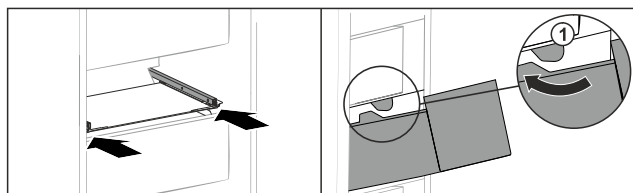

Fig. 215
- Ghidați sertarul în jurul opritorului Fig. 215 (1).